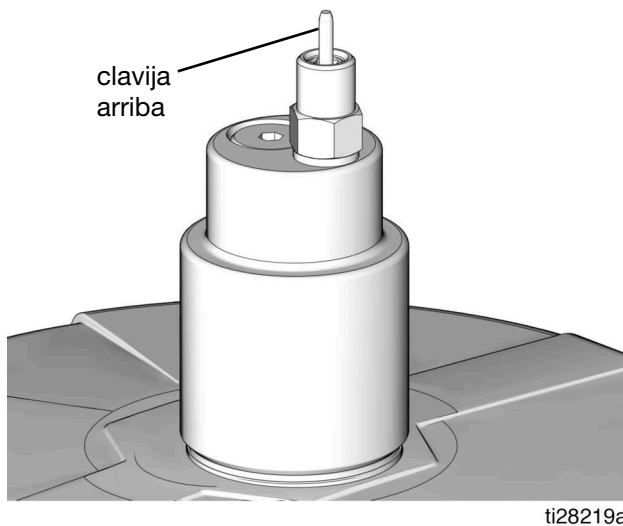

FIG. 28
3. Desmonte la cubierta antipolvo amarilla del acoplador de llenado (M).
4. Conecte la manguera de suministro (J) entre la bomba de la estación de llenado remoto (F) y el puerto del acoplador de llenado marcado con "I".
5. Arranque la bomba de la estación de llenado remoto (F).
6. Cuando se llene el depósito G3 (D):
- la bomba de la estación de llenado remoto (F) se para en presión (sin flujo),
- la clavija de desconexión de llenado automático (B) sube tal y como se muestra en la FIG. 28,
- el manómetro (R) aumenta hasta la presión establecida en la bomba de llenado.